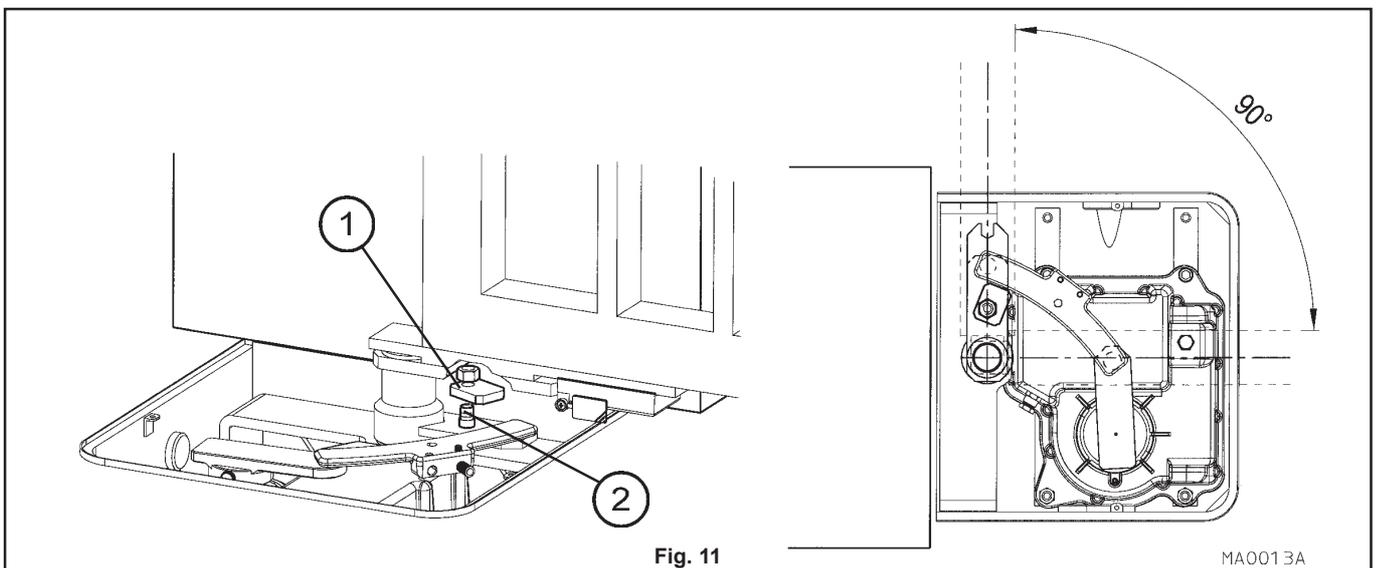

Fig. 11
- Infilare la piastrina di fermo interno (1 fig. 11) sul perno filettato (2 fig. 11) del gruppo leve orientata come indicato in fig. 11 e fissarla con il dado in dotazione.
- Thread the inner stop plate (1 fig. 11) on to the threaded pin (2 fig. 11) of the lever block oriented as indicated in fig. 11 and fasten using the nut supplied.
- Setzen Sie die innere Haltescheibe (1 Abb. 11) auf den Gewindestift (2 Abb. 11) des Hebels so auf wie in Abb. 11 angeführt ist und befestigen Sie diese mit der mitgelieferten Mutter.